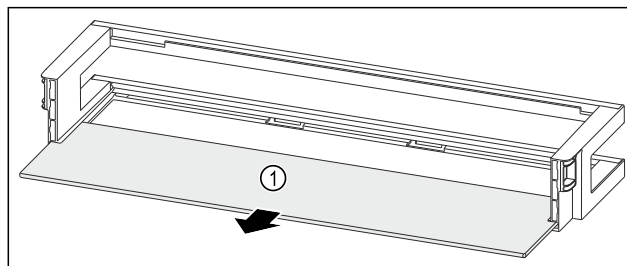

Fig. 89 Dveřní přihrádka s odkládací plochou
- ▶ Odkládací plochu Fig. 89 (1) odeberte.